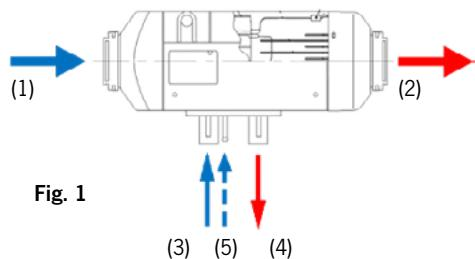

Fig. 1
[Fig. 1 (1)] [página 12, fig. 2 (10)]. Después de pasar el intercambiador de calor, se expulsa el aire calentado
[Fig. 1 (2)].
Para el proceso de combustión se requiere diésel como combustible y oxígeno. El combustible se conduce al quemador [fig. 1 (5)] [página 12, fig. 2 (13)] a través de una tobera de entrada, donde se enciende mediante una bujía de incandescencia después de la inyección [página 12, fig. 2 (14)]. La llama resultante entra en el espacio entre el quemador [página 12 fig. 2 (4)] y la pared de la cámara de combustión [página 12, fig. 2 (3)] en el extremo del quemador. El intercambiador de calor [página 12, fig. 2 (1)] se calienta a través de su contacto.
El oxígeno para la combustión se suministra a través de una conexión de aire de alimentación [fig. 1 (3)] [página 12, fig. 2 (12)]. El rodamiento interior [página 12, fig. 2 (6/8)] aspira el aire y lo introduce en el quemador. Después de la combustión, los gases de escape se descargan a través de la tobera de gases de escape [fig. 1 (4)] [página 12, fig. 2 (15)].